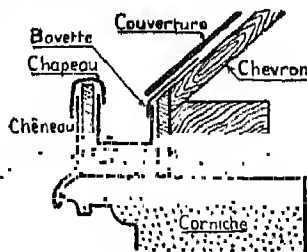

Fig. 4. — Chéneau. Voyez avec quel soin il est installé pour éviter toute infiltration d'eau dans le mur. Chéneau, bavettes, chapeau sont en zinc.
Des chéneaux² (fig. 4) courent à la base de chaque toit pour recueillir l'eau de pluie et la conduire dans un caniveau qui l'évacue loin de la maison. On les
b) Sur les arbalétriers, reposent les pannes, qui sont horizontales ; on distingue les pannes proprement dites, la panne faîtière, au faite de la maison, la panne sablière qui repose sur la corniche (fig. 4).